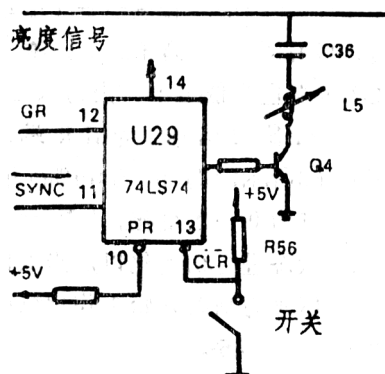

图66 3.58兆赫兹吸收回路
3.58兆赫兹吸收回路如图66所示,主要由1/2 74LS74和L_s及C_s组成。74LS74的13端